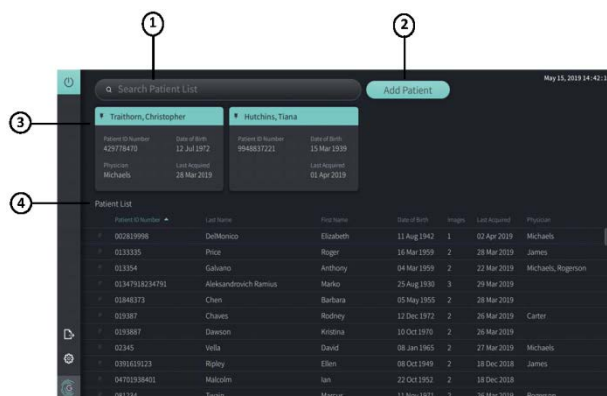

図 2 Patient List 画面
- (4) パスワードを入力し、[Log On]を選択すると、Patient List 画面(図 2)が表示される。
- (1) システムを起動すると Patient List 画面(図 2)が表示される。